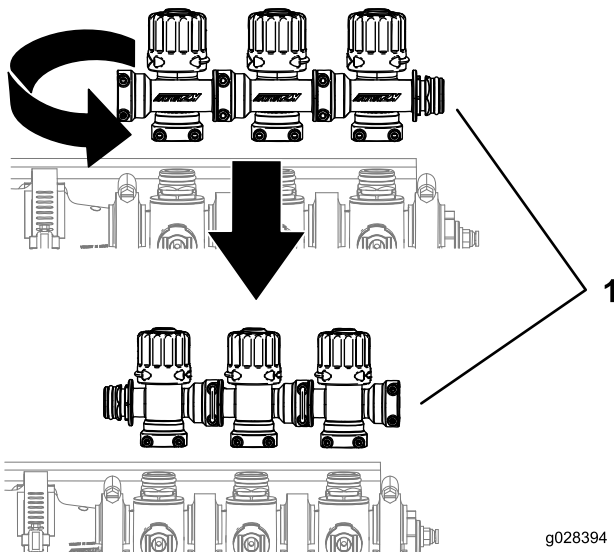

図 15
5. 図 15に示すように、boomバイパスバルブクラスタを180度回転させる。